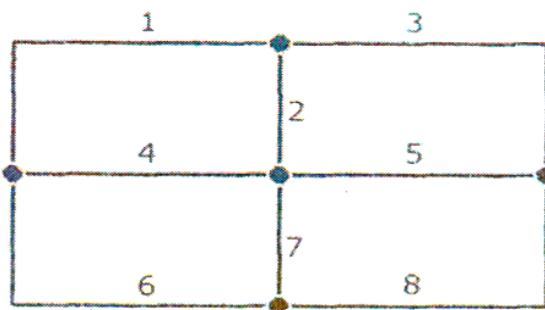

Рисунок 5 – Скелет схемы
1. Нарисовать скелет схемы (Рис. 5).